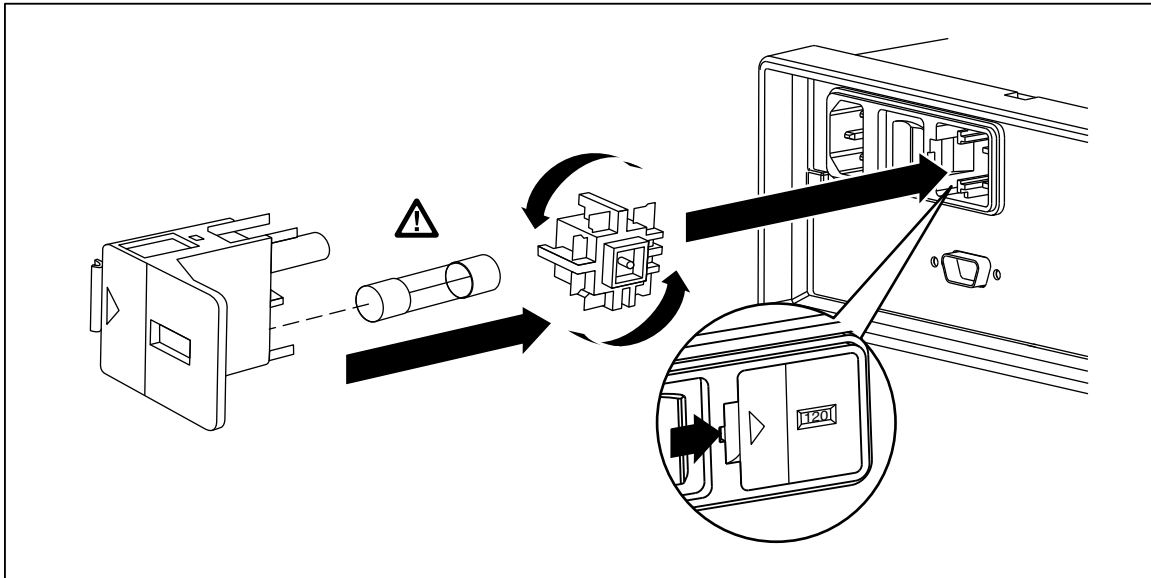

Abbildung 2-1. Ersetzen der Netzstromsicherung
2. Einen kleinen flachen Schraubenzieher in die schmale Vertiefung links neben dem Sicherungshalter einführen und nach rechts drücken, sodass der Halter herauspringt. Siehe Abbildung 2-1.